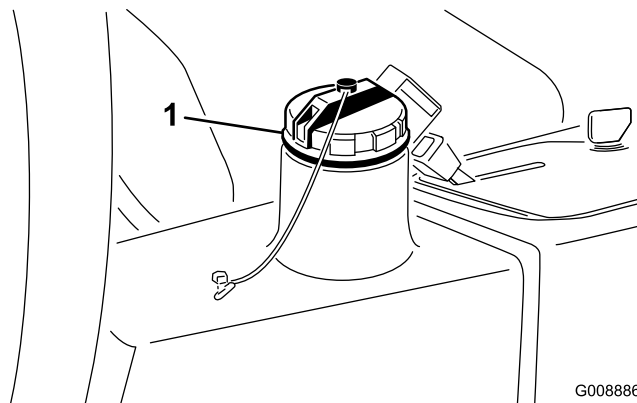

Figure 74
4. Remplissez le réservoir (Figure 74) d'environ 13,2 litres de liquide hydraulique ; voir Contrôle du système hydraulique.